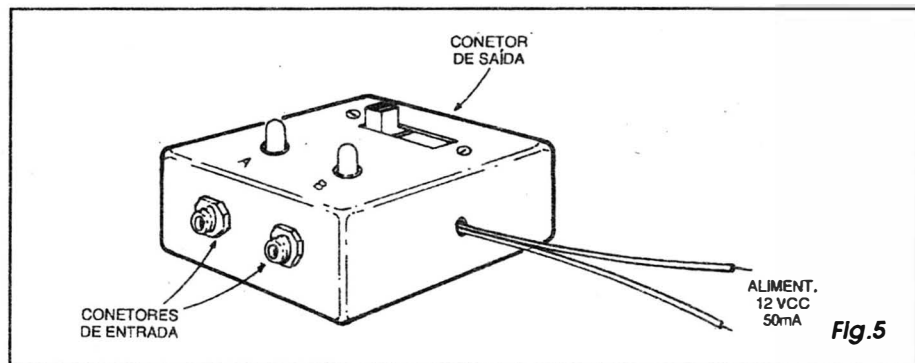

Fig.5
- **FIG. 5 - SUGESTÃO PARA O ENCAIXAMENTO DO CHEPA...** - A figura mostra uma das possibilidades de *encaixamento* para o circuito, no caso com